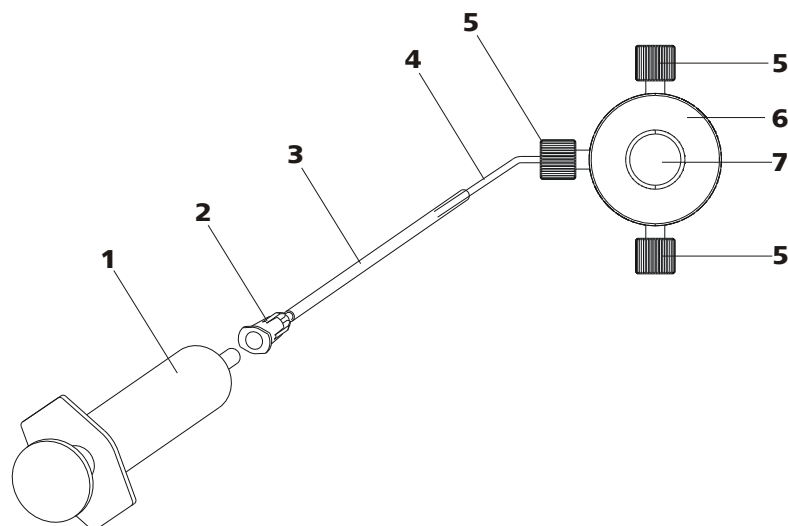

Abbildung 20 Hochdruckpumpe entlüften
Entlüften Sie die Hochdruckpumpe wie folgt (*siehe Abbildung 20, Seite 40*):
- Spritze (20-1) in den Luer-Anschluss (20-2) der Purge-Kanüle stecken (siehe Abbildung 20, Seite 40).